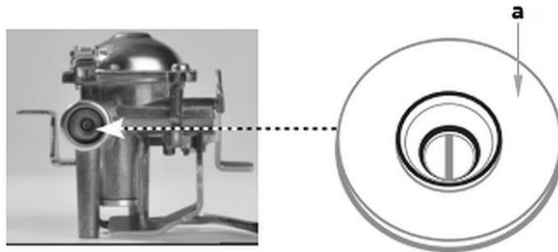

Abb. 2
- Überprüfen Sie, dass die Dichtung (a, Abb. 2) vorhanden und in einem guten Zustand ist, bevor Sie die Gaskartusche anschließen.